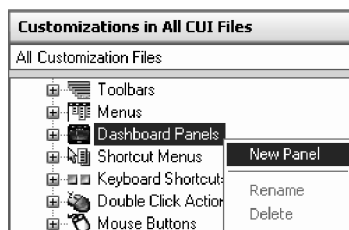

Fig. 5.57 Crearea unui nou panou
2. În secțiunea **Customize** a ferestrei **Customize User Interface** se efectuează clic cu butonul drept al mouse-ului pe pictograma **Dashboard Panels** și se alege din meniu opțiunea *New Panel* ca în Fig. 5.57. Un nou panou, cu numele **Panel 1** apare la sfârșitul listei **Dashboard Panels**.